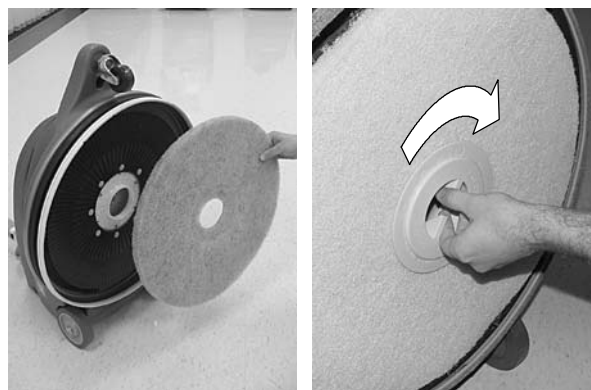

FIG. 2
4. Enlevez la bague de blocage centrale en plastique du système d'entraînement du patin. Positionnez le patin sur son système d'entraînement et réinsérez fermement la bague en la faisant pivoter dans le sens des aiguilles d'une montre (Figure 2).